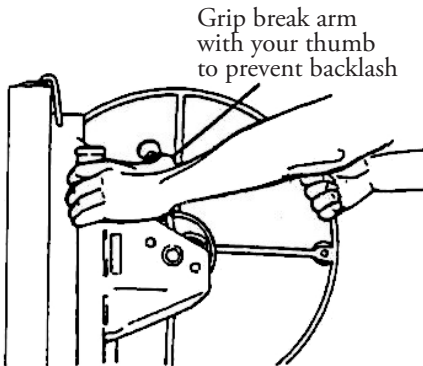

Bild. 4
- Hög bromsarmen ända upp. Ta tag i vinschstolpen och grip bestämt tag i bromsarmen med tummen. (Bild 4)